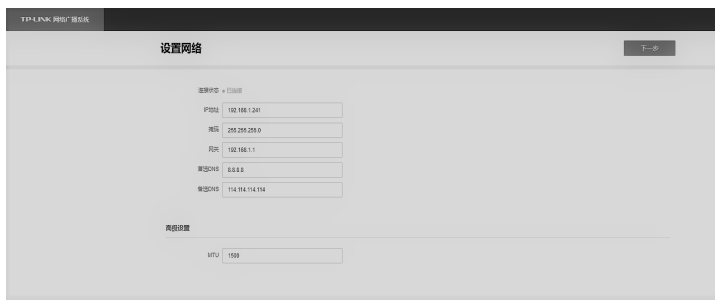

图4-2 设置网络
4. 进入**设置向导 >> 网络设置**页面，网卡默认IP地址为192.168.1.241。若无特殊使用要求，建议使用默认网络配置，设置完成后，点击<下一步>进入服务器设置页面，如图4-2。